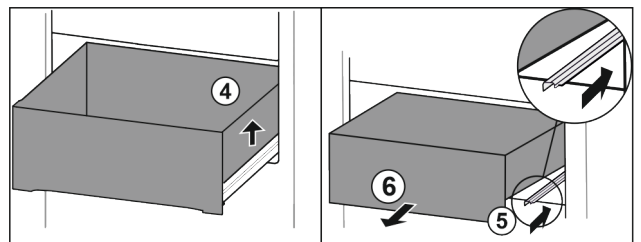

Fig. 32
- ▶ Lade rechts optillen. Fig. 32 (4)
- ▶ Rechter rail erin schuiven. Fig. 32 (5)
- ▶ Lade naar voren toe verwijderen. Fig. 32 (6)